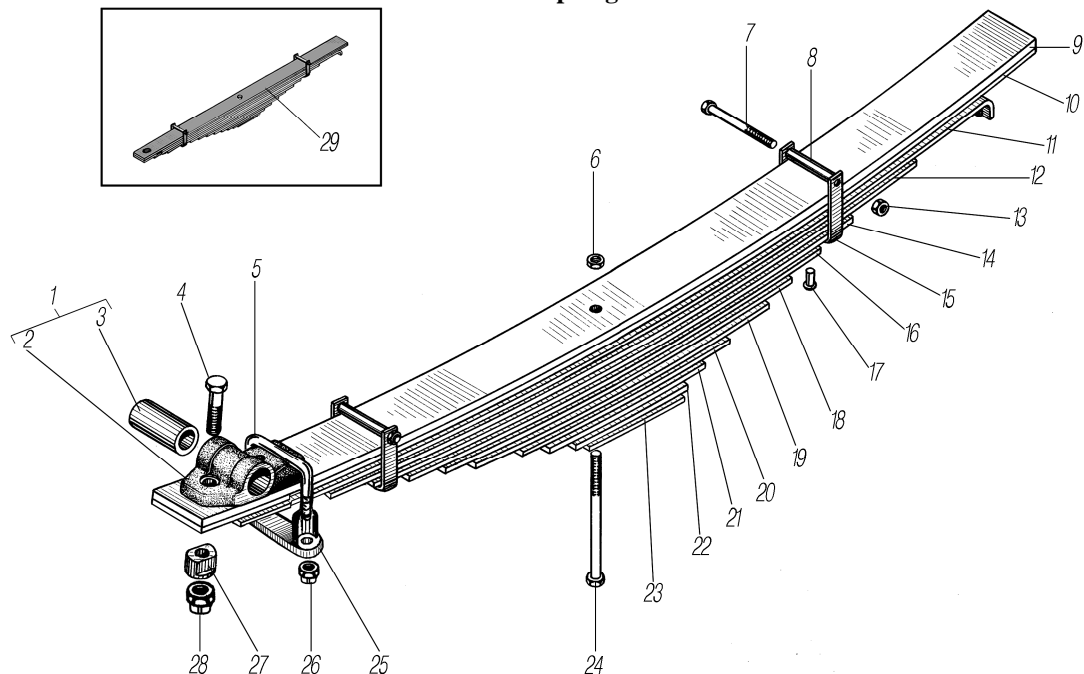

Рисунок 3.6
*¹ См. рисунок 3.6
See figure 3.6.